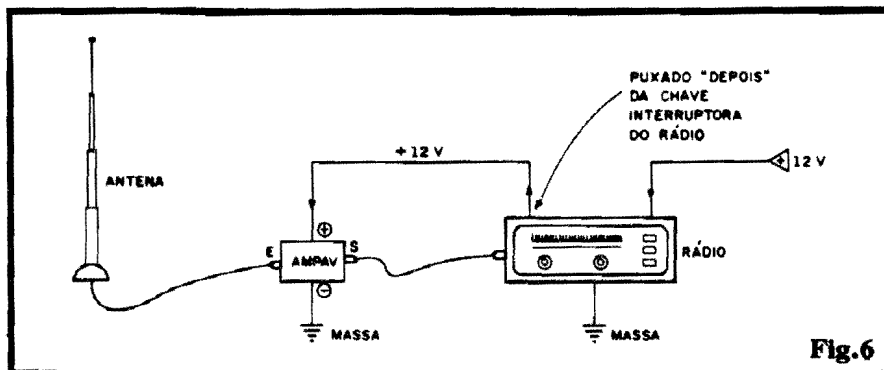

Fig.6
- FIG. 6 - VISÃO GERAL DA INSTALAÇÃO - Embora já deva ter ficado mais do que claro o assunto, o diagrama "dá uma geral" na instalação do conjunto formado por antena/AMPAV/rádio, mais a respectiva cabagem de inter-conexão... Notem que (conforme já havíamos citado...) fica mais "elegante" puxar a alimentação positivada AMPAV diretamente da própria chave "liga-desliga" (normalmente incorporada ao potenciômetro de VOLUME, mas não forçosamente...) do rádio, de modo que, ao ser este ligado, também o é o AMPAV... Quem não quiser abrir o rádio pa-
Nenhum tipo de ajuste será necessário: é ligar a energia do conjunto, e... experimentar... Para comprovar a ação do AMPAV, inicialmente o sistema de antena/cabo/rádio poderá ser recomposto (pela simples re-colocação do plugue/jaque originais nos seus lugares...), buscando-se a sintonia de uma estação de FM bem fraca e "difícil"... Em seguida (sem mexer nos controles de sintonia do rádio), o sistema com o AMPAV intercalado deve ser estabelecido (conforme fig. 6) para se verificar o ganho real de sinal obtido (em muitos raros casos não serão verificadas sensíveis melhoras...).
O AMPAV permite, também, "fugir" dos "marditos" arrancadores e entortadores de antena...! Basta instalar uma pequena antena interna, junto a um dos vidros do veículo (a dita antena interna não pode ficar "bloqueada" pela estrutura metálica do carro, caso contrário o sinal simplesmente "não entrará"... e fazer o sistema conforme fig. 6... Nesse caso, muito provavelmente não haverá grandes "reforços" nos sinais fracos... No entanto, o rádio conseguirá "pegar" bem as estações costumeiras, mesmo sem usar aquela vareta telescópica "lá fora", à disposição dos vândalos de plantão...